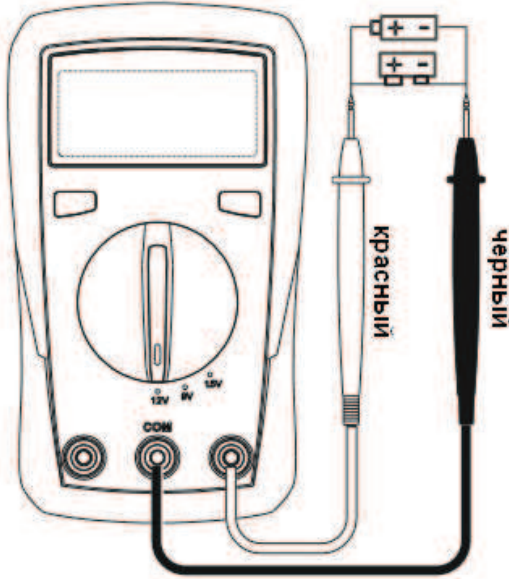

Рисунок 5
8.8. Измерение напряжения батарей (доступно только в модели UT33B+) (см. Рисунок 5)